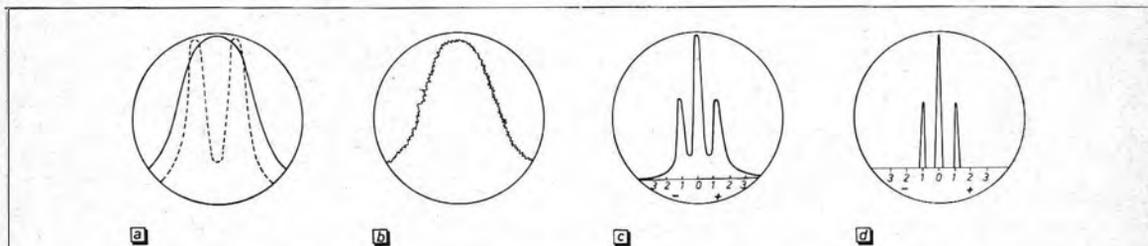

figura 3
I requisiti c) e d) costringono a delle complicazioni non facilmente conciliabili con la semplicità ed economia, d'altra parte la necessità della riduzione della banda passante risulta abbastanza evidente; se si lascia la selettività di 2 kHz, più che soddisfacente per il panoramico, ma si riduce lo scandaglio a 8 kHz, una emissione non modulata, che occupa una porzione di spettro praticamente nulla, appare sullo schermo come una traccia ampia e larga, la quale riproduce la forma della banda passante del nostro amplificatore FI (figura 3 a o b).
Una traccia del genere non ha utilità alcuna, infatti (figura 3 a) se invece di una portante non modulata, ce ne sono due adiacenti (segnate in tratteggio sulla figura 3 a) la traccia luminosa le comprende globalmente e noi vediamo la stessa figura un po' più allargata, la cui ampiezza fluttua continuamente, essendo questa dipendente dalle relazioni di fase relative ai due segnali e alla velocità di scandaglio, istante per istante.
Se la portante è modulata con una nota persistente, ad esempio 1000 Hz, la traccia (figura 3 b) appare seghettata.
- c - Se la banda passante si riduce a 200 Hz, la portante modulata prende un aspetto molto diverso dalla figura 3 b. Questa immagine, sebbene non riproduca fedelmente la situazione reale, è una delle migliori che ci si può aspettare dall'adattatore.
Riducendo la banda passante a 200 Hz, la portante modulata con BF persistente, assume un aspetto più realistico (figura 3 c). In effetti, l'aspetto ideale, prossimo al vero, sarebbe quello di figura 3 d, tre guizzi indipendenti, in cui le frequenze laterali sono distanziate da quelle di centro (portante) di un ammontare pari alla frequenza della BF.
La figura 3 d sarebbe ottenibile con una banda passante di 20 Hz e una velocità di scandaglio minore di mezzo periodo al secondo, per questo l'abbiamo definita ideale, in quanto realizzabile solo con ottimi analizzatori, ben più complessi del nostro adattatore.